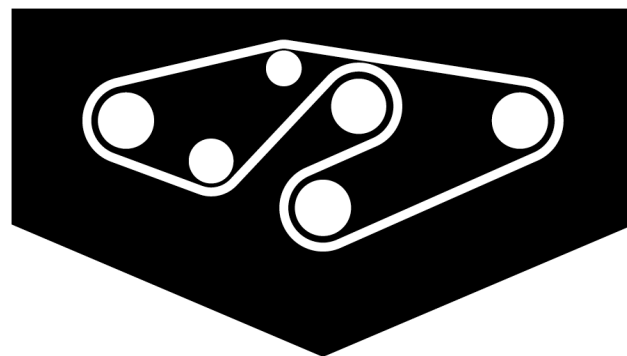

図 38
4. 図38のように、スピンドル・プーリとアイドラ・プーリに新しいベルトを回し掛ける。